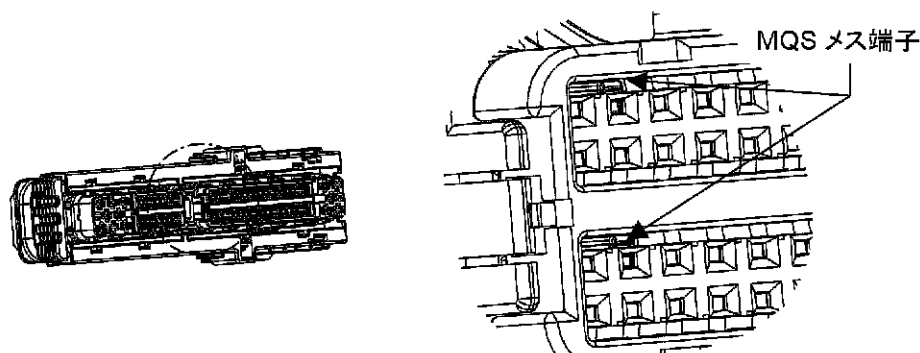

Fig.10
**注意** MQS メス端子挿入時には、Fig.10 のように端子がキャビティに突き当たるまで確実に挿入されている事を目視にて確認願います。さらに、30N以下で引っ張り、端子が抜けてこないことを確認して下さい。